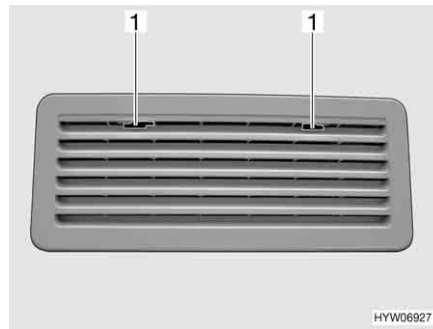

Bild 169 Kylskåpets ventilationsgaller (Thetford)
- Skjut spärren (Bild 169,1) till mitten.